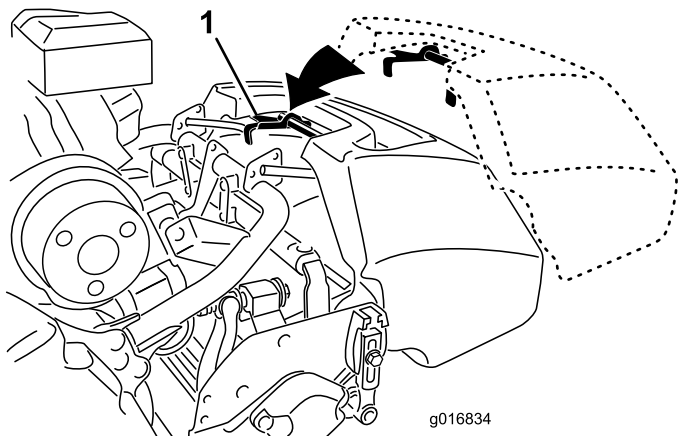

図 9
2. バスケットのリップ部をカッティングユニットの左右のサイドプレートの中央部に合わせて前ローラの上にセットする（図 9）。
3. フレームループの上からバスケットを取り付ける（図 9）。
1. バスケットのハンドルをつかむ（図 9）。